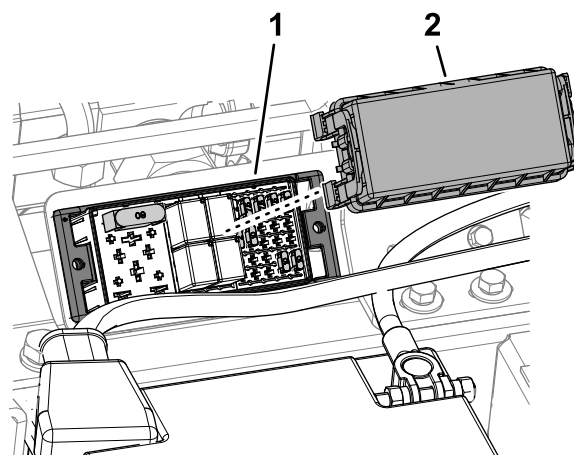

Figure 58
2. Enlevez le couvercle du porte-fusibles (Figure 58).
5. Reposez le couvercle du porte-fusibles (Figure 58).